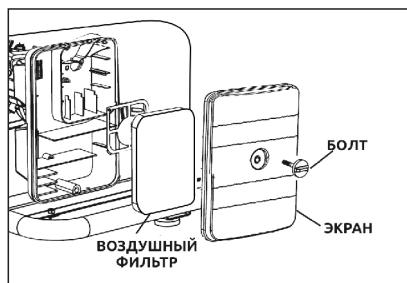

Рисунок 7 – Воздушный фильтр
Двигатель не будет работать на полную мощность, если воздушный фильтр будет поврежден или забит мусором. Прочищайте фильтр каждые 200 часов или раз в год (Рис.7). Прочищайте чаще либо меняйте фильтр, если работа ведется в сильно запыленных условиях.
- Снимите защитный экран воздушного фильтра и вытащите фильтр (Рис.7).